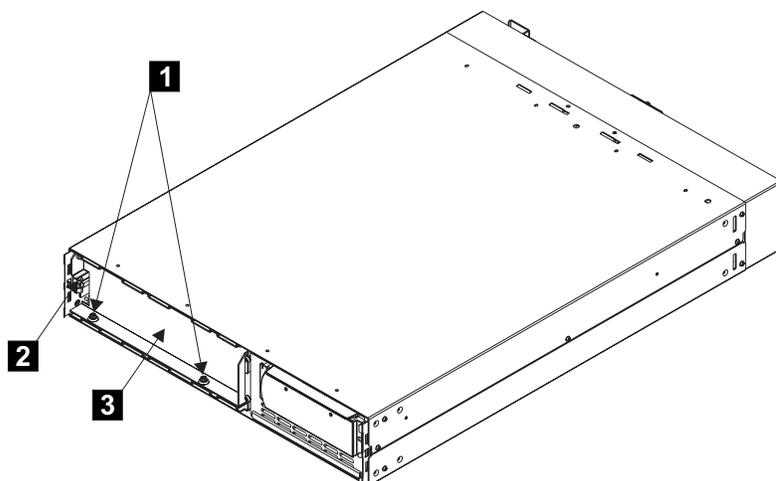

図 259. バッテリー保持ブラケットの取り外し
- c. ブラケットの左端にある 2 個のボルト **1** と追加ナット **2** を取り外します。 297 ページの図 259 を参照してください。